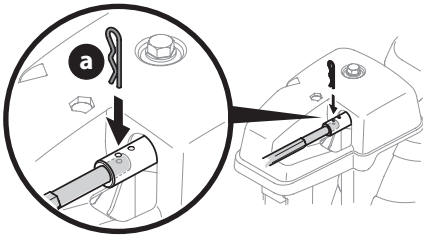

Figure 25
- Poussez la tige de commande vers le tableau de commande jusqu'à ce que le premier trou de la tige s'aligne avec le trou du raccord de la tête de commande. Insérez la goupille fendue (a) retirée à l'étape 1. Voir Figure 25.